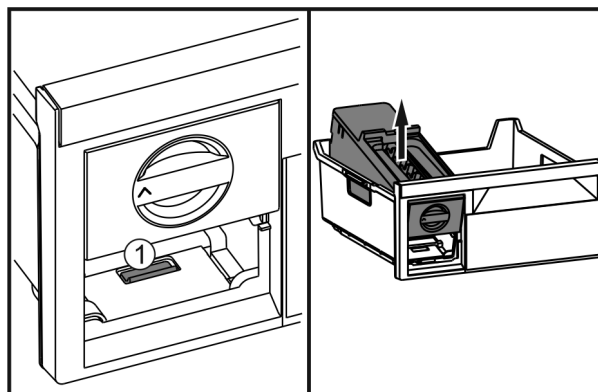

Fig. 39
- ▶ Stlačte západku *Fig. 39 (1)*, EasyTwist-Ice ze zadu zvedněte a vyjměte z mrazicí zásuvky.